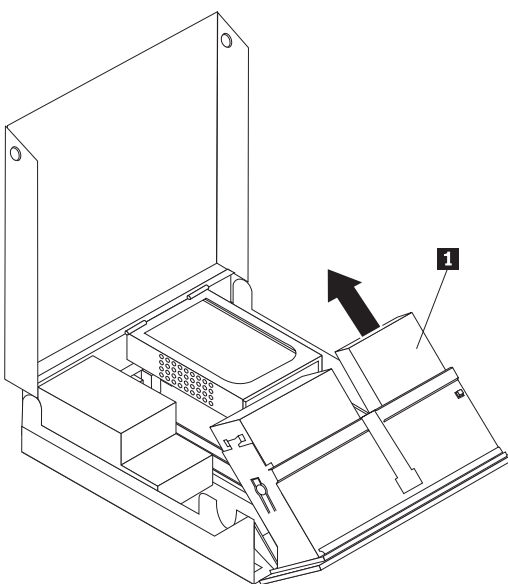

図 29. ディスケット・ドライブの取り外し
4. ドライブ・ベイからディスク・ドライブをスライドさせて取り出します。図 29を参照してください。